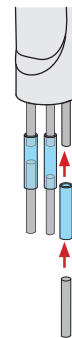

Abbildung 2
7. **Optional:** Die Anschlussrohre der Armatur mit den im Tableau-Set mitgelieferten Silikonschläuchen und den Rohrverlängerungen verlängern (siehe Abbildung 2).